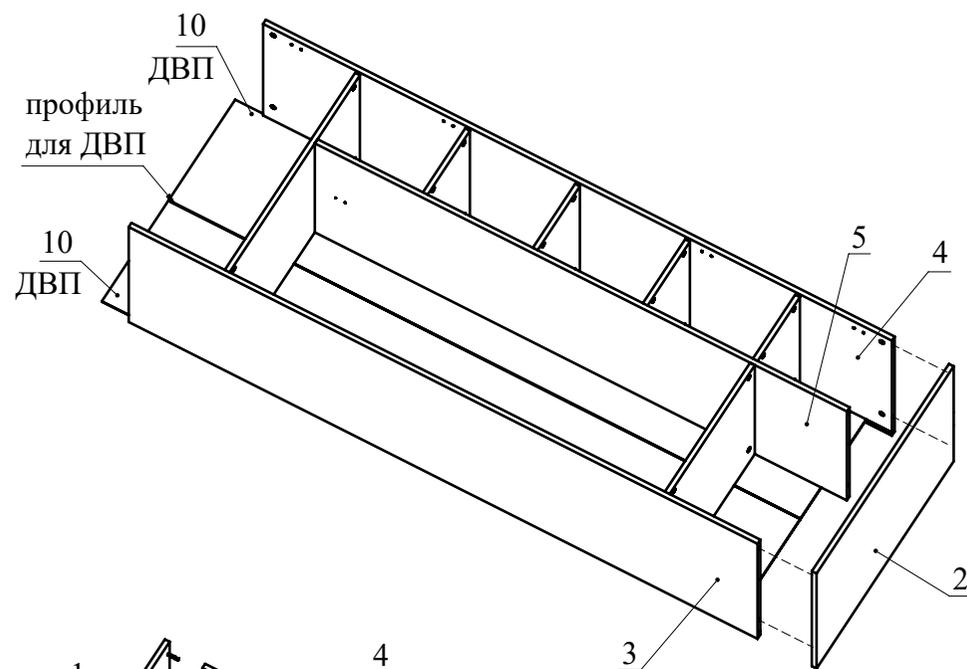

Рис.5
6. В пазы деталей 2, 3, 4 вставьте задние стенки из ДВП, установив профиль для ДВП (Рис. 5).